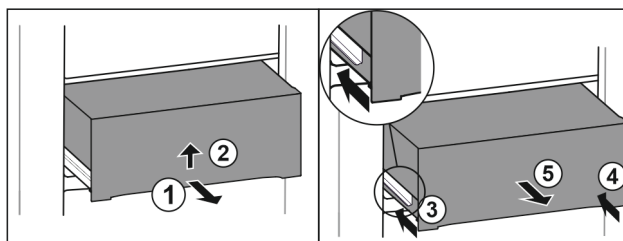

Fig. 31
- ▶ Вытяните выдвижной ящик наполовину. Fig. 31 (1)
- ▶ Поднимите выдвижной ящик за нижнюю часть. Fig. 31 (2)
- ▶ Вставьте левую направляющую. Fig. 31 (3)
- ▶ Вставьте правую направляющую. Fig. 31 (4)
- ▶ Извлеките выдвижной ящик движением вперед. Fig. 31 (5)